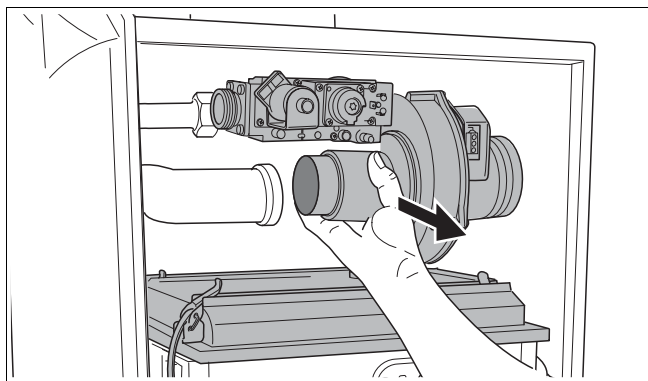

Fig. 115 Scoateți capacul arzătorului cu unitatea de gaz/aer
- Scoateți capacul arzătorului cu unitatea gaz/aer (Fig. 115).